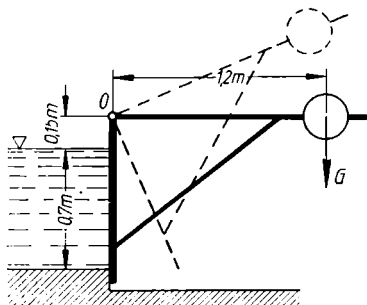

Bild 219
35. Das Doellsche Klappenwehr (Bild 219) ist um die waagerechte Achse O drehbar und soll sich selbsttätig öffnen, sobald die Stauhöhe über 0,7 m steigt. Das abgesperrte Kanalgerinne hat Rechteckquerschnitt von 0,9 m Breite. Wie schwer muß das Belastungsgewicht G gemacht werden?